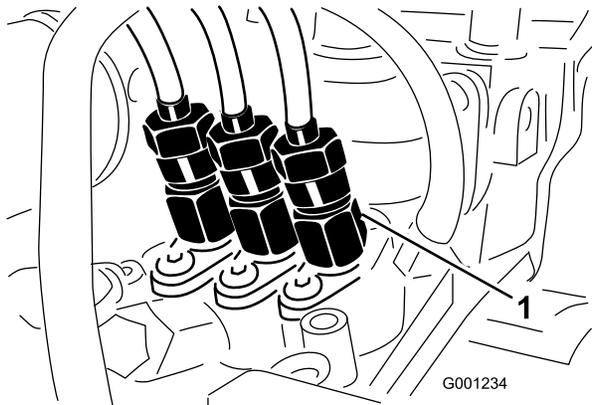

図 50
1. 燃料噴射ポンプの No.1インジェクタノズル 図 50 のチューブのナットをゆるめる。